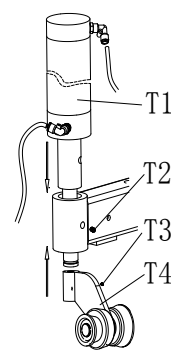

图 6
4、把气缸 T1 装到摇臂的安装孔上，用 2 个角螺丝 T2 拧紧固定好。把滚轮安装到活塞杆上，用 T3 内六角螺丝拧好固定，并确保滚轮可以摆动。然后把气管插上连接通气。图 6